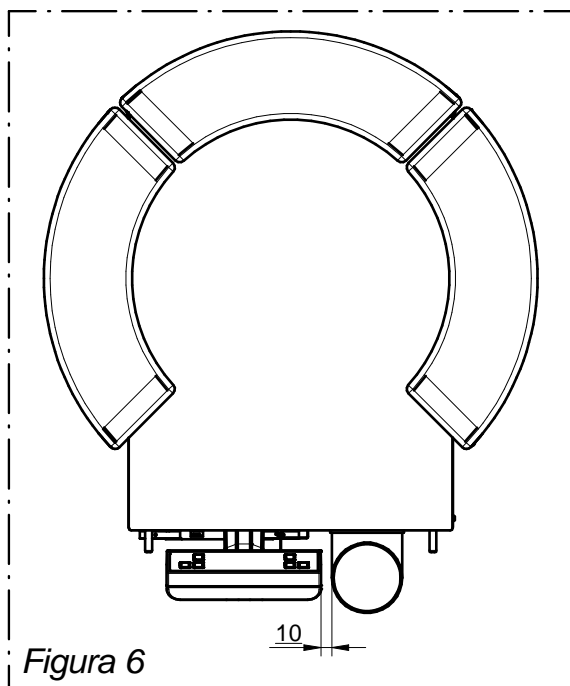

Figura 6
- Poi procedere al montaggio della ceramica (5↑) seguendo le indicazioni della Figura 6 ovvero deformando leggermente i dentini fino a che la ceramica risulta essere ben solidale.
- Poi procedere al montaggio della ceramica (5↑) seguendo le indicazioni della Figura 6 ovvero deformando leggermente i fermi fino a che la ceramica risulta essere ben solidale.
- Porre particolare attenzione nell' assemblaggio del tubo uscita fumi poiché lo stesso deve distare non meno di 10 mm dal pannello comandi (Figura 6) : assemblare il tubo a ridosso del pannello significa danneggiare il pannello comandi (danno non coperto da garanzia).Con questa installazione è possibile canalizzare posteriormente l'aria calda utilizzando solamente l'uscita lato dx. E' tassativamente vietato l'utilizzo della canalizzazione lato sx.